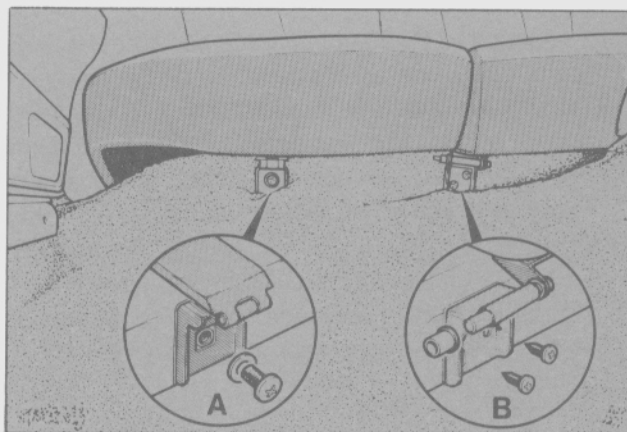

Fig. 23 - Tornillos de sujeción de los almohadones traseros.
- Retirar los tornillos (uno en cada extremo) que sujetan los conjuntos de bisagras de los almohadones traseros al panel del piso (Fig. 23).
- Extraer los dos tornillos de sujeción de la bisagra central al panel del piso (Fig. 23).